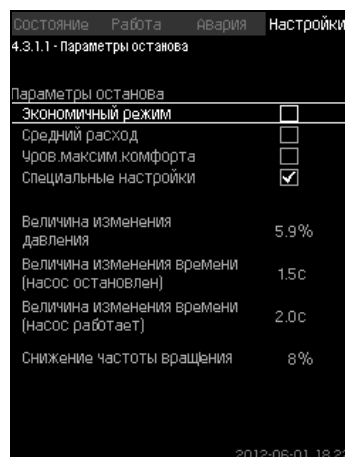

Рис. 71 Специальные настройки
- Выберите один из параметров останова. При выборе "Специальные настройки", необходимо задать параметры, показанные на рис. 71. См. примеры ниже.